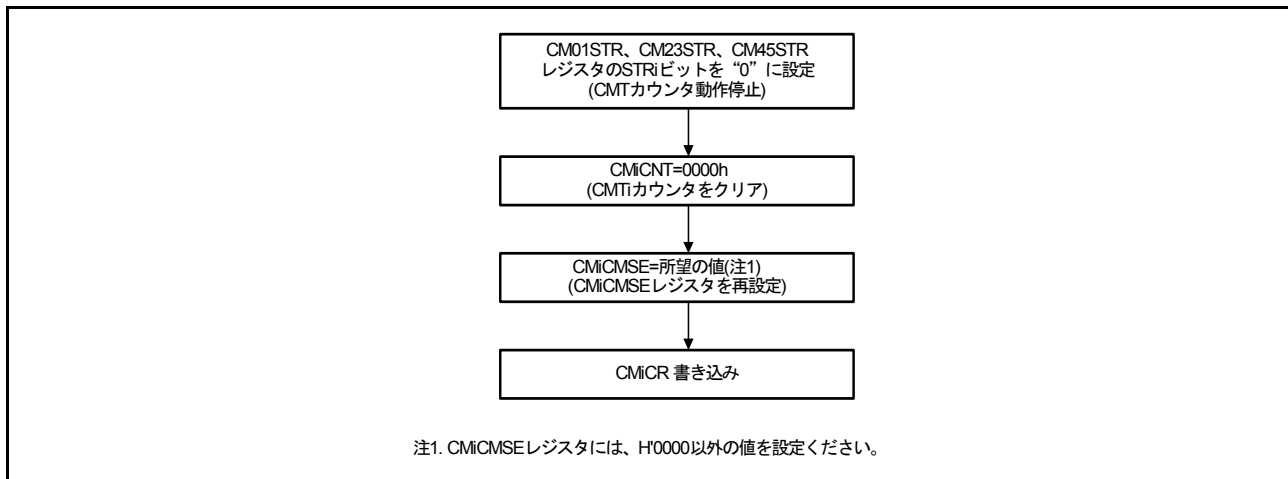

図 14.7 CMiCR レジスタ書き込み手順例
- CMT 動作中に CMiCR レジスタの CKS[1:0]、LOCO ビットを変更させたい場合には、図 14.7 の CMiCR レジスタ書き込み手順例をご参照ください。